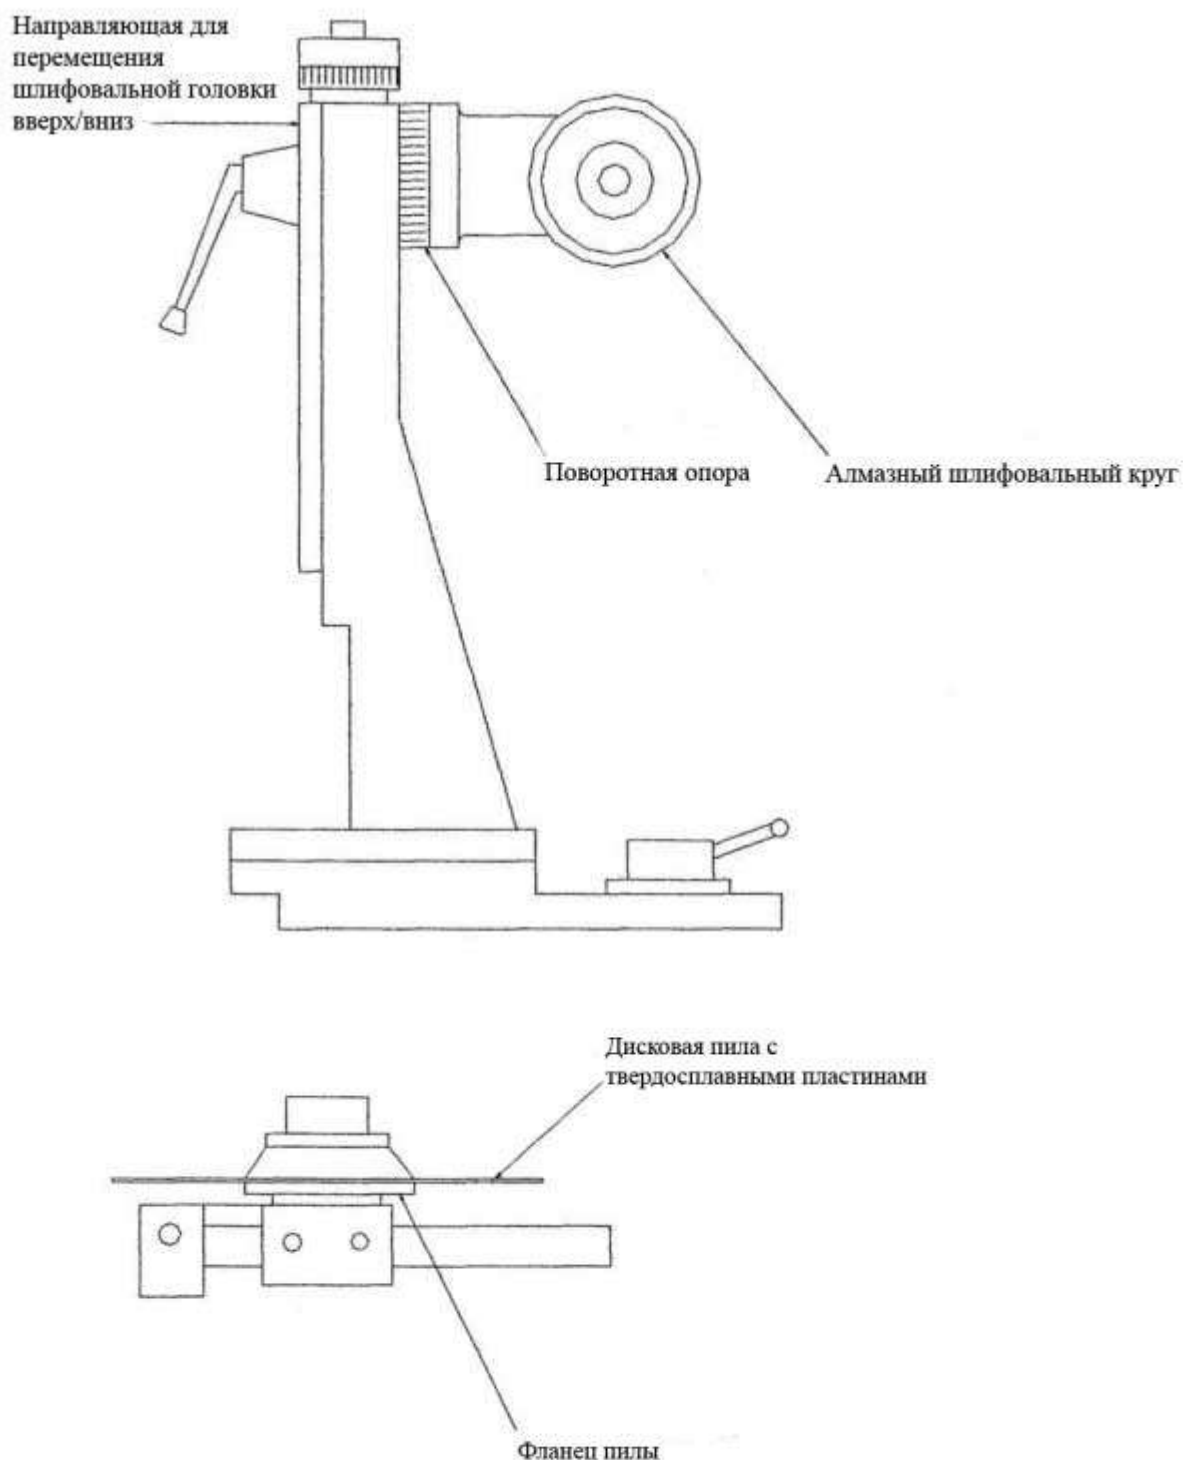

Рис. 5
7.1.1. Регулирование скользящей опоры шлифовальной головки (см. рис. 5).